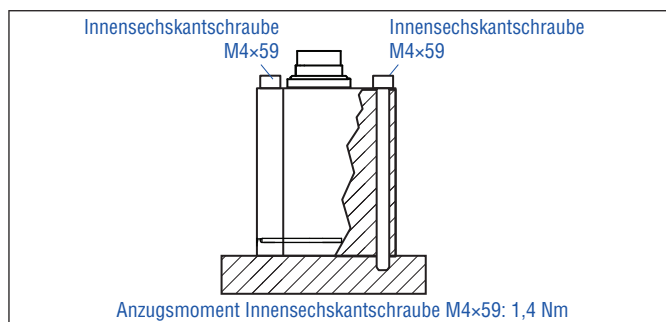

Abb. 20: Befestigung mittels Innensechskantschrauben M4x59
- Montieren Sie das Sensorelektronikgehäuse über die drei Innensechskantschrauben M4x59 aus unmagnetischem Material. Anzugsmoment: 1,4 Nm (Abb. 20). Sichern Sie die Schrauben vor dem Wiedereinbau, z.B. mit Loctite 243.
- Montieren Sie das Sensorelektronikgehäuse über drei Innensechskantschrauben M4x59 aus unmagnetischem Material. Anzugsmoment: 1,4 Nm (Abb. 20). Sichern Sie die Schrauben vor dem Wiedereinbau, z.B. mit Loctite 243.